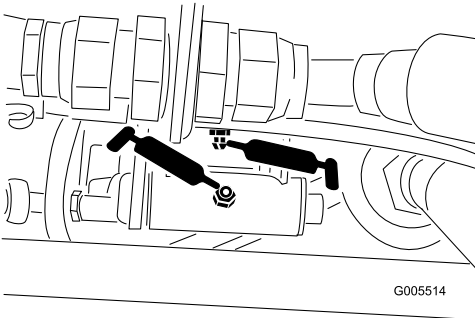
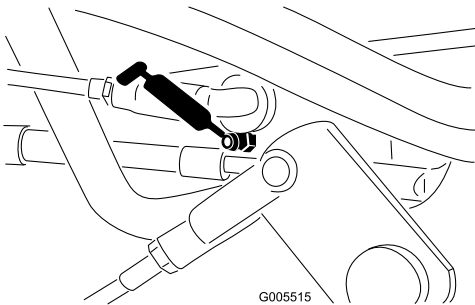

Figura 44
Figura 45
- Acoplamiento del selector de velocidad (Figura 44 y Figura 45)